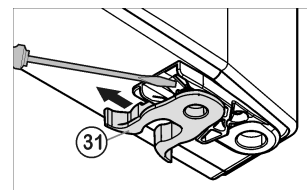

Fig. 7
- ▶ Inverter a posição do grampo de mola Fig. 7 (31): Pressionar para baixo o trinco, retirando o grampo de mola por cima.